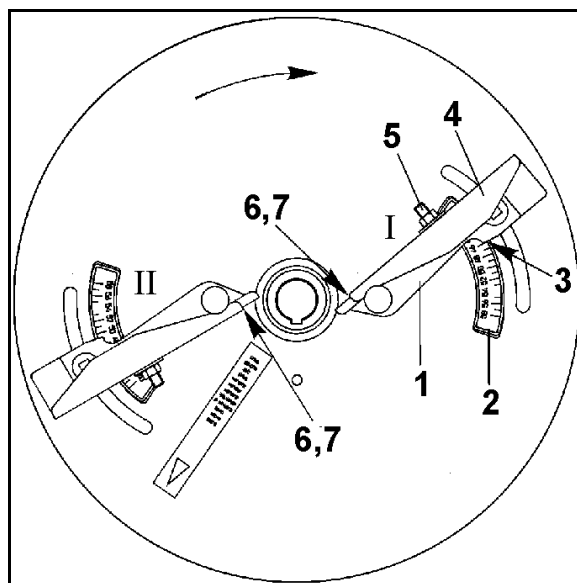

Рис. 78
производится с помощью телескопических лопастей (Рис. 78/1) по данным таблицы норм внесения удобрений в зависимости от сорта распределяемого удобрения и расстояния первой колеи от края поля следующим образом:
1. Поверните телескопические лопасти (Рис. 78/1) на распределяющем диске после того, как Вы отвернете соответствующую барашковую гайку в области шкалы (Рис. 78/2). Снимите показание числового значения на указателе (Рис. 78/3) и снова затяните барашковую гайку.
2. Установите наружную сторону лопасти (Рис. 78/4) после отвинчивания гайки (Рис. 78/5) на шкале (Рис. 78/6) на более высокое буквенное значение. Производится считывание конкретного положения наружной части лопасти на указателе (Рис. 78/7) шкалы.